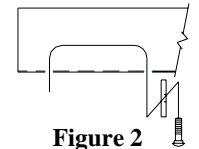

Figure 2
- Tirer à la broche ½-13 le boulon de carrosserie et le bloc d'espacement à travers le trou d'accès et les repasser par le même trou (voir figure 2)